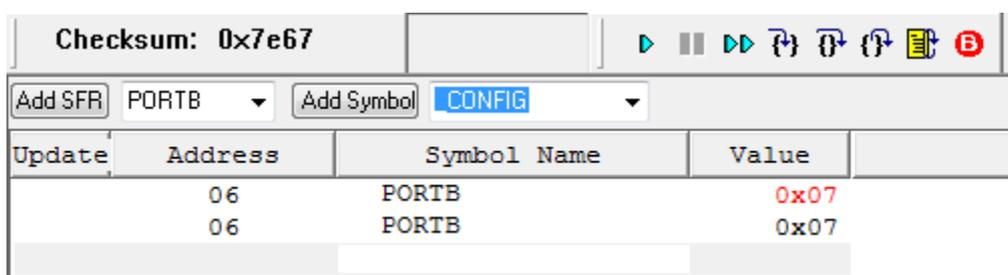

Рис.3.25. Просмотр портов в режиме *Watch*
18. Проверка значения порта В. Остановим программу после `Lable8`. Выбираем *View-Watch*, далее устанавливаем *PortB* и нажимаем *Add SFR*. Видим на выходе порта В число `0x07` в формате hex, равное 7 (рис.3.25). Зарегистрируйте результат наблюдения.